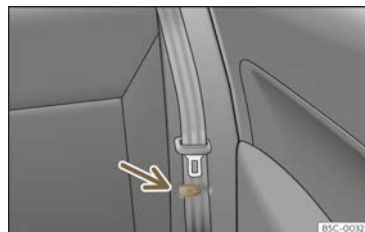

Abb. 98 Rücksitz: Bügel zum Halten des Sicherheitsgurtes.
- Befestigen Sie die seitlichen Sicherheitsgurte am Halter der Verkleidung >>> (Abb. 98).